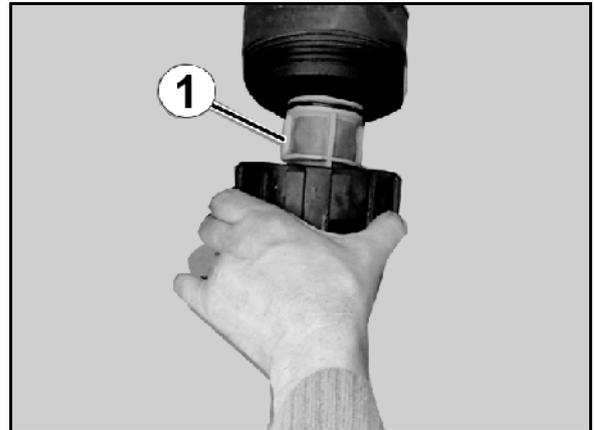

Fig. 143
2. Retirar el filtro de descarga (Fig. 143/1) y limpiar con agua.
5. Retirar el filtro de descarga (Fig. 143/1) y limpiar con agua.